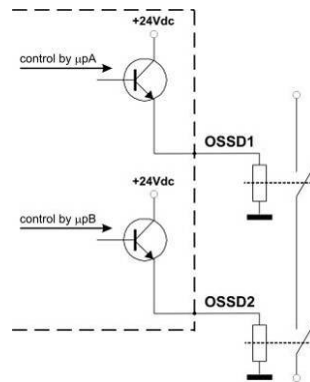

Abb. 14
- Die Sicherheitskontakte OSSD1 und OSSD2 dürfen auf keinen Fall in Serie oder parallel geschaltet werden, können jedoch beide einzeln eingesetzt werden (siehe Abb.14). Sollte irrtümlich eine dieser Konfigurationen verwendet werden, zeigt der Sicherheitslichtvorhang die Betriebsstörung der Ausgänge an (siehe Kap.7 "Diagnosefunktionen").